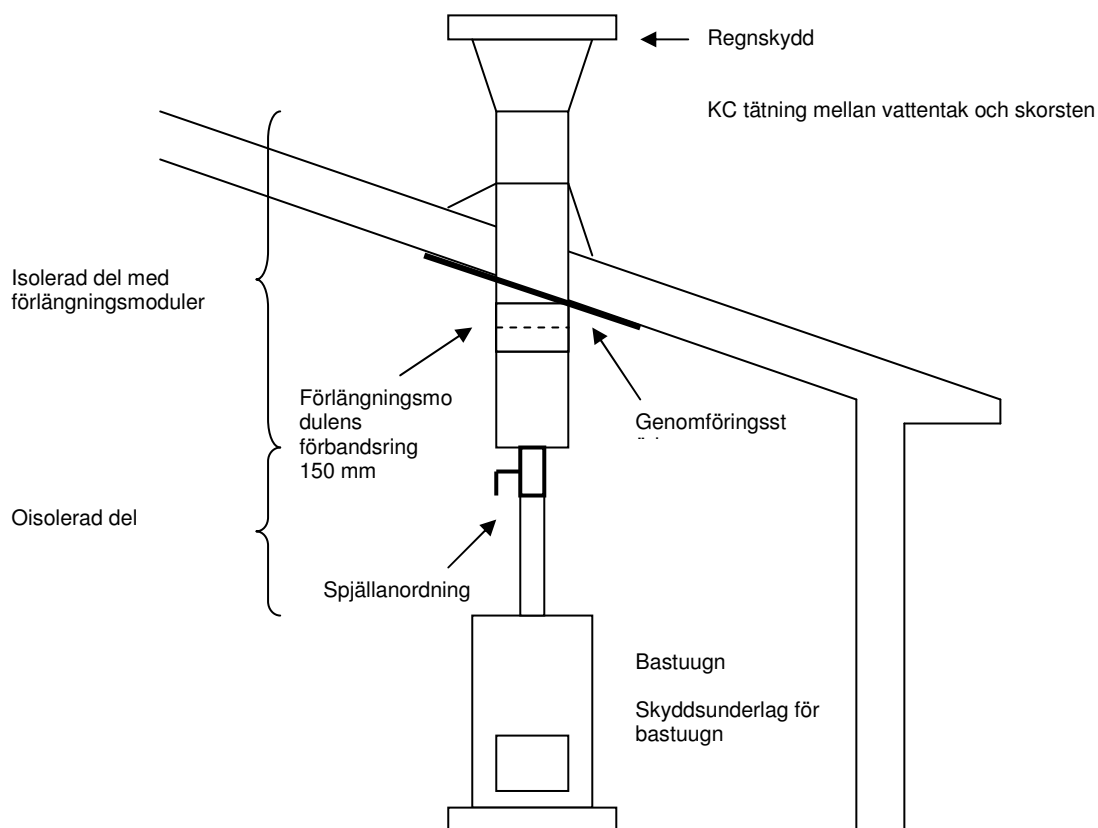

Bild 2. Exempelbild på dimensionering av Kastor Chimney 1500 mm skorstensförlängningar
Se punkt 2.3. bild 2
- se anvisningarna angående förkortning och förlängning av skorstenen under bild 2.